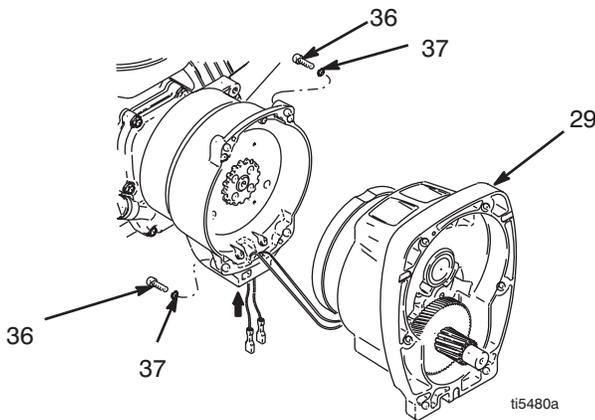
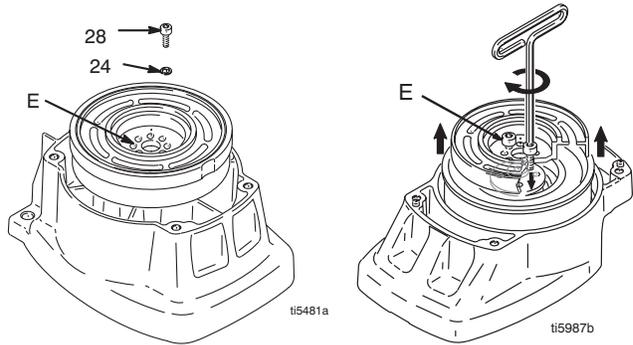

ABB. 4
ABB. 5
2. ABB. 4. Kupplungskabelstecker von der Innenseite des Druckreglers abziehen.
- a. Die beiden Schrauben (71) entfernen und die Abdeckung (130a) nach unten klappen.
3. ABB. 4. Die vier Schrauben (36) und den Getriebeatz (29).
4. ABB. 5. Den Getriebeatz (29) mit der Kupplungsplatte nach oben auf die Werkbank legen.
5. Die vier Schrauben (28) und Federringe (24) entfernen. Zwei Schrauben in die Gewindelöcher (E) in der Kupplungsplatte eindrehen. Schrauben so weit abwechselnd eindrehen, bis die Kupplungsplatte herauskommt.
9. ABB. 5. Den Getriebeatz mit der Kupplungsplatte nach oben auf die Werkbank legen.
10. Loctite auf die Schrauben auftragen. Vier Schrauben (28) und Federringe (24) installieren. Die Schrauben abwechselnd mit 14,1 Nm festziehen, bis die Kupplungsplatte sicher befestigt ist. Zur Befestigung der Kupplungsplatte Gewindelöcher verwenden.
11. ABB. 4. Den Getriebeatz (29) mit vier Schrauben (36) und Unterlegscheiben (37) installieren.